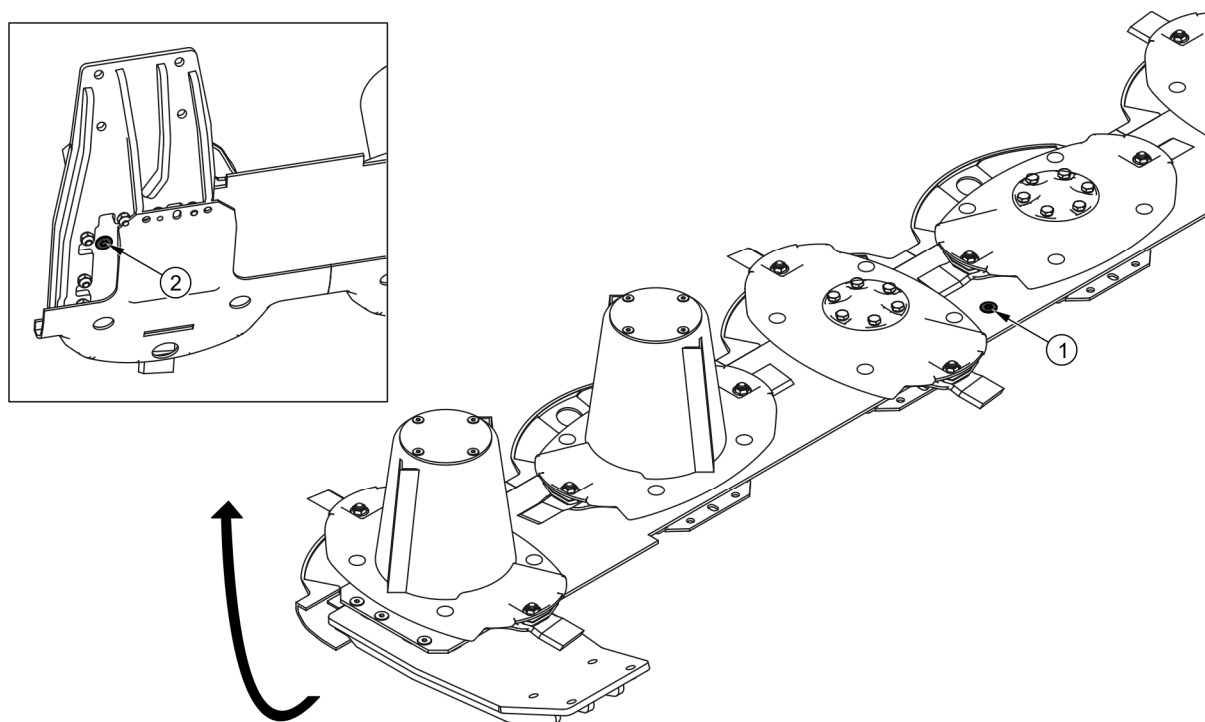

РИСУНОК 5.3 Места контроля и замены масла в режущем брус
(1) пробка контрольно-заливного отверстия, (2) сливная пробка
Для проверки уровня масла нужно отвинтить контрольно-заливную пробку (1) которая находится между третьим и четвертым диском (РИСУНОК 5.3). При горизантольной установке бруса правильный уровень масла должен находиться на высоте $5 \div 7$ мм от дна бруса. Проверая уровень горячего масла, нужно подождать 3 минуты и еще раз проверить его уровень. Проверая уровень холодного масла, нужно подождать 15 минут и еще раз проверить его уровень.